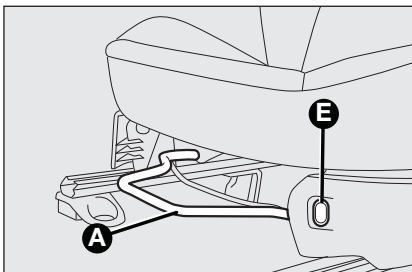

fig. 17
Reglarea în sens longitudinal fig. 17
Încălzire scaune fig. 17 (acolo unde este prevăzut)
ATENȚIE: Utilizarea manetei **D** înainte de blocarea scaunului în poziția inițială determină pierderea poziției de plecare a scaunului; în acest caz, trebuie să reglați poziția scaunului cu ajutorul reglajelor longitudinale **fig. 17**.
Pentru a readuce scaunul în poziția inițială, glisați scaunul în spate, împingând de spătar (mișcarea ④); acționați maneta **D** (mișcarea ⑤) și ridicați spătarul (mișcarea ⑥) până auziți un clic de blocare. Reglați poziția longitudinală cu ajutorul manetei **A-fig. 17**.